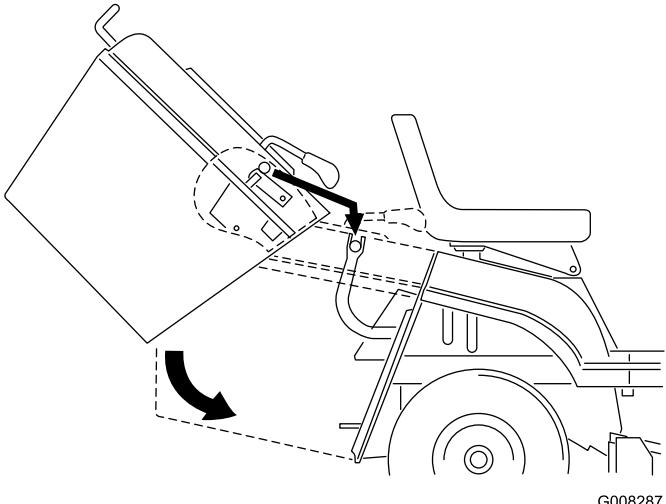

Bild 37
1. Kippen Sie das Heckfangsystem mit beiden Händen nach vorne (Bild 37).
2. Kippen Sie das Heckfangsystem ungefähr 40 Grad nach vorne. Schieben Sie es dann auf die Stützschienen hinten an der Maschine (Bild 37).